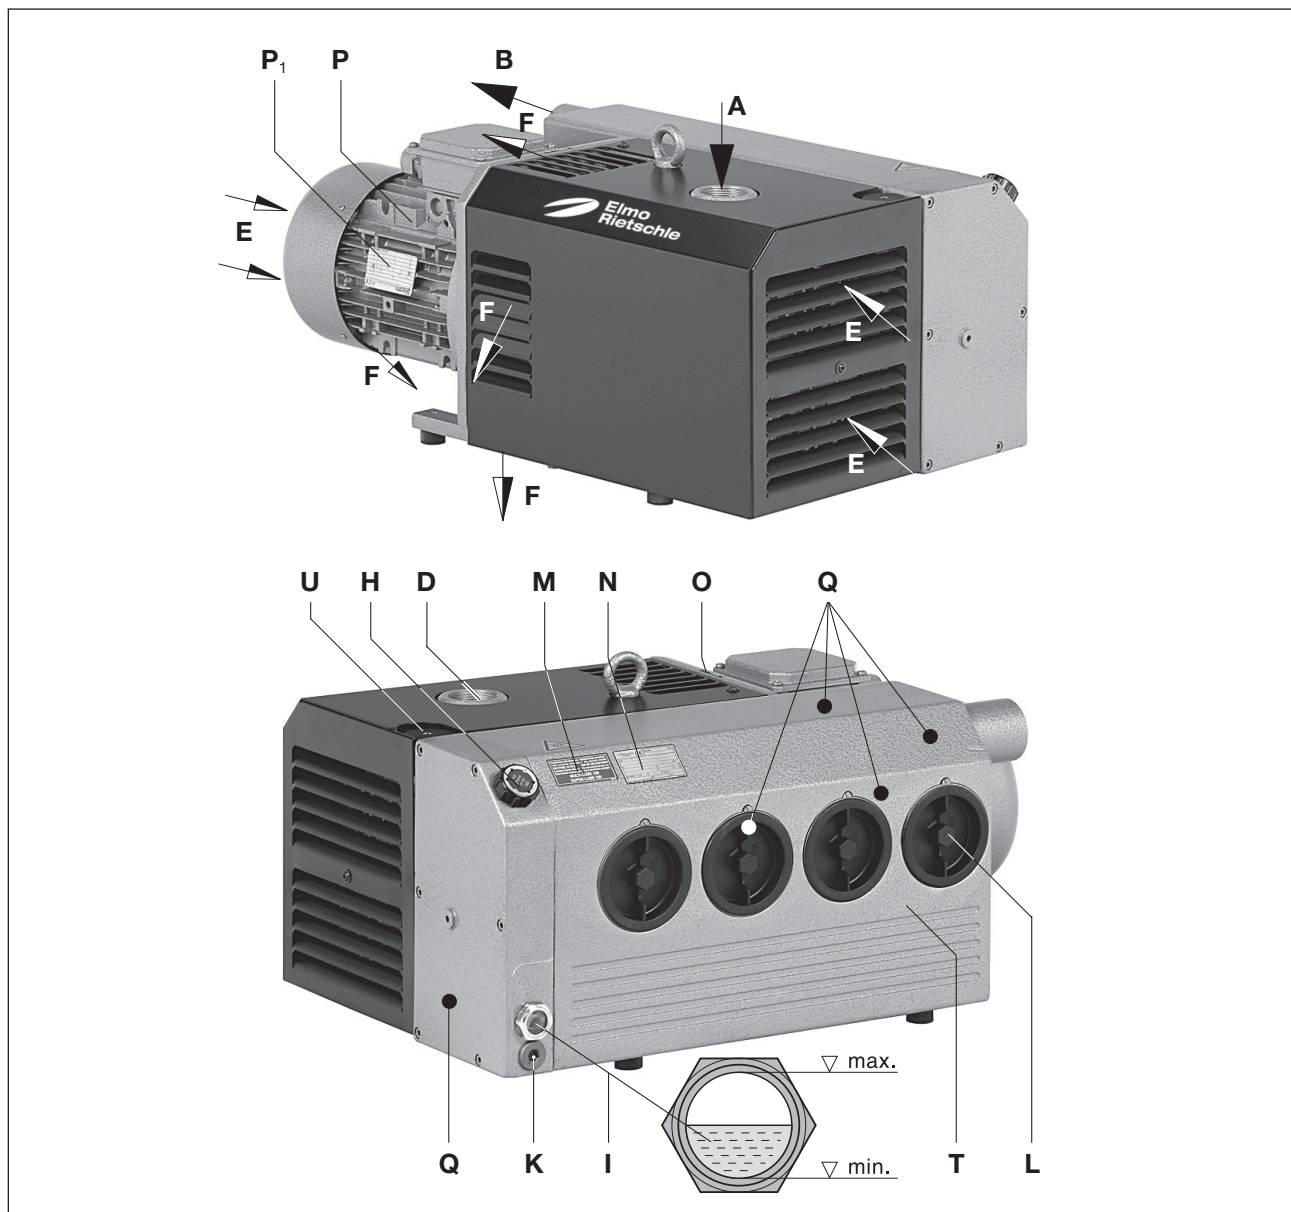

Fig. 2 Vakuumpumpe V-VC 50 - V-VC 150
En seriemæssig gasballastventil (fig. 2/U) forhindrer ved opslugning af små dampmængder kondensation af vanddampen i pumpens indre, når pumpen er driftsvarm. Ved større mængder vanddamp kan pumpen udstyres med en forstærket gasballast (valgfrit).
Sugeflangen (fig. 2/D), oliepåfyldningen (fig. 2/H), olieskueglasset (fig. 2/I), olieudledningen (fig. 2/K), gasballasten (fig. 2/U) og olieudskillerhuset (Fig. 2/T) skal alle være let tilgængelige. Køleluftsindtagene (fig. 2/E) og køleluftsudtagene (fig. 2/F) skal have mindst 30 cm afstand til de nærmeste vægge. Udlødt køleluft må ikke suges ind igen. Til vedligeholdelsesarbejde skal der være 40 cm afstand rundt om maskinen.
**Lukning eller indsnævring af åbningen for lufttilførsel (fig. 2/B) kan føre til alvorlige eller dødelige skader!**
**Udsugningsåbningen (fig. 2/B) må ikke være lukket eller indsnævret.**
- a) Vakuumtilslutningen (fig. 2/A) er placeret på sugeflangen (fig. 2/D).
- b) Den udsugede luft kan frit blæse ud gennem udsugningsåbningen (fig. 2/B) eller føres væk ved hjælp af slange- eller rørledninger.
- a) Fyld smøreolie (se kapitlet "vedligeholdelse" for egnede typer) i oliepåfyldningen (fig. 2/H) indtil overkanten af skueglasset (fig. 2/I).
- a) Motorens elektriske data er angivet på typeskiltet (fig. 2/N) eller på motordataskiltet (fig. 2/Pi). Motorerne overholder DIN EN 60034 og er i beskyttelsesklasse IP 55 og isoleringsklasse F. Ledningsdiagrammet sidder i motorens klemkasse (ikke ved versionen med stiktilslutning). Motordataene skal sammenholdes med dataene for den eksisterende netspænding (strømtype, spænding, netfrekvens, tilladt strømværdi).